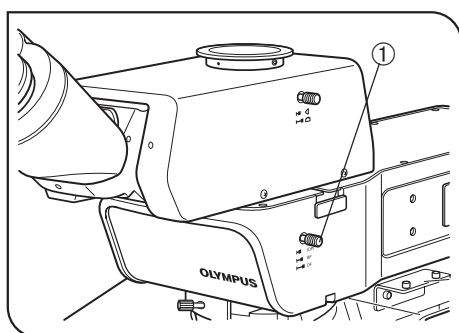

Abb. 23
(Abb. 23 bis 25)
1. Den Hellfeld/Dunkelfeld-Wahlschalter ① auf DF stellen. (Abb. 23)
1. Den Hellfeld/Dunkelfeld-Wahlschalter ① (Abb. 23) auf DF stellen.
3. Das Okular entfernen, in den Okularstutzen blicken und den Aperturblendenhebel ② um 70% bis 80% im Uhrzeigersinn drehen, bis das Bild einen guten Kontrast aufweist.